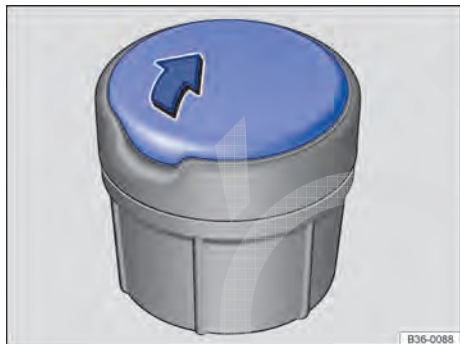

Fig. 120 Cinzeiro móvel.
- Para *abrir*, deslizar a cobertura no sentido da seta ⇒ Fig. 120.